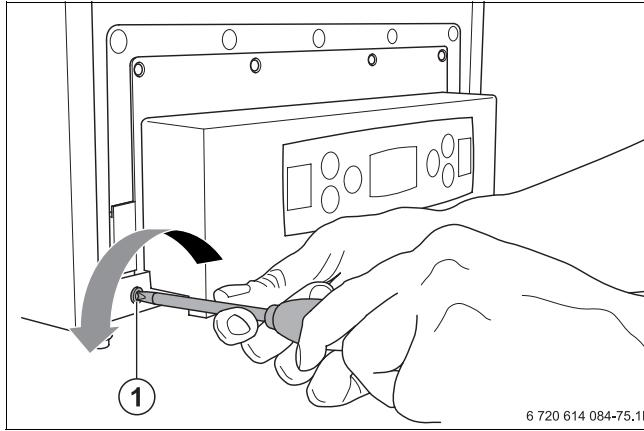

Рис. 78 Демонтаж пульта управления
- ▶ Отверните два винта ( $\rightarrow$  рис. 78, [1]) на пульте управления.